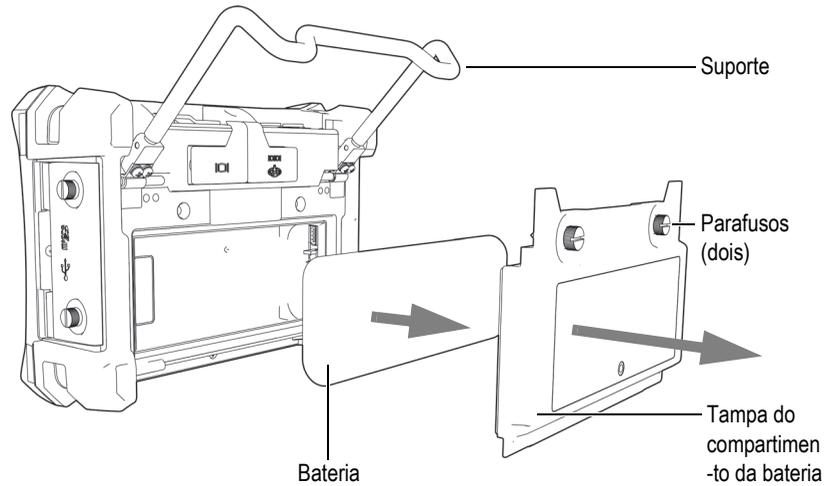

Figura 1-10 Remoção da bateria de íons de lítio
2. Na parte de trás do instrumento, solte os dois parafusos que prendem a tampa do compartimento da bateria (ver a Figura 1-10 na página 35).
3. Retire a tampa do compartimento da bateria (ver a Figura 1-10 na página 35).